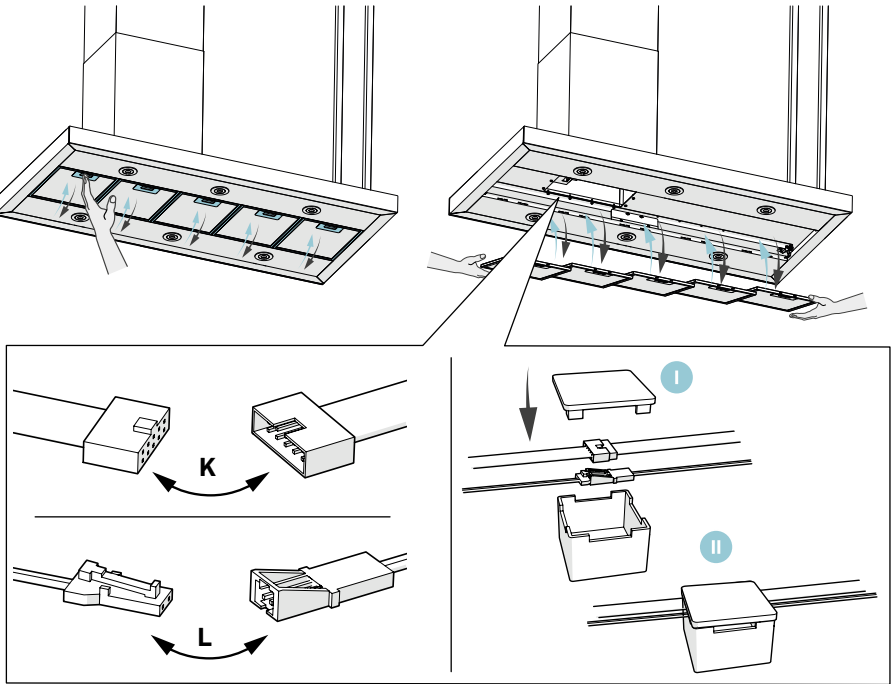

Abb. 19
11. Fädeln Sie die Befestigungsleinen **A** durch den Dunstabzug **D** und die Sicherungsschraube im Inneren des Dunstabzuges. Dazu müssen die Filter entfernt werden (**Abb. 19**). Ziehen Sie die Schraube fest an, um die Leinen zu sichern.